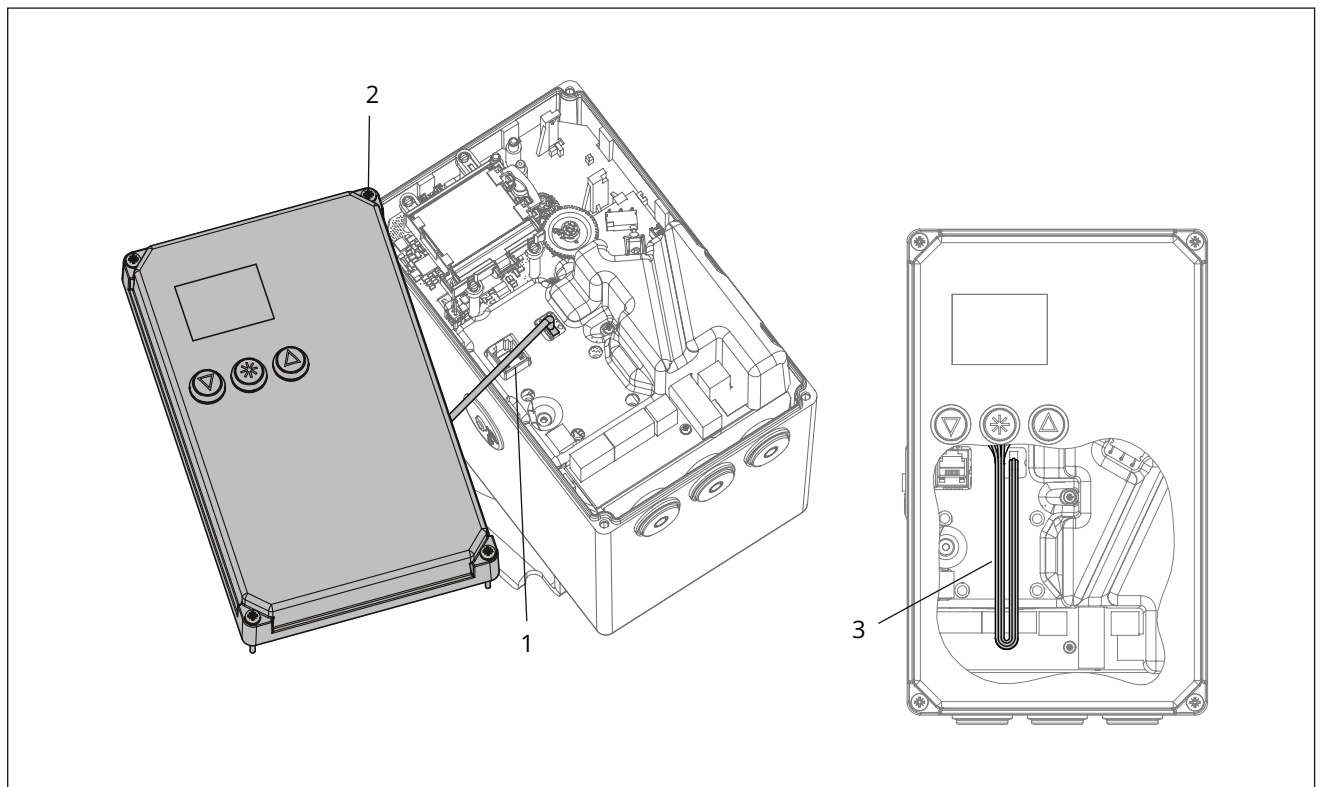

図 38: 3 キー操作付き特殊仕様の接続
⇒ 図 38 をご覧ください。
2. ケースカバーを 図 38 に示す位置に移動します。
3. カバーを取り付けます。ねじ (2) を反時計回りに少し回して中央に合わせます。ねじを軽く締め付けます。
5. ケースカバーの接続ライン (1) が引張負荷によって損傷しないように、ケースカバーを押さえながら、ねじ (2) を緩めます。
6. ケースカバーをケースに取り付け、図 38 に示すように接続ラインをケース内で配線します。